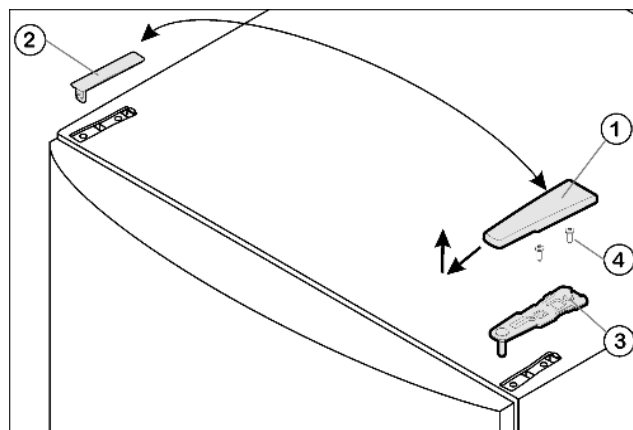

Fig. 4
- Kryt Fig. 4 (1) stáhněte dopředu a nahoru.
- Kryt Fig. 4 (2) zvedněte.
- Horní stojan ložiska Fig. 4 (3) odšroubujte (2 krát Torx 25) Fig. 4 (4) a stáhněte nahoru.
- Horní stojan ložiska Fig. 4 (3) vložte na nové straně závěsu do dveří.
- Horní stojan ložiska **přišroubujte (s 4 Nm)** (2krát Torx 25) Fig. 4 (4). Díry pro šrouby případně předem propíchněte nebo použijte akumulátorový šroubovák.
- Kryt Fig. 4 (1) a kryt Fig. 4 (2) vždy na opačné straně zvenku nasadíte a zaklesnete.